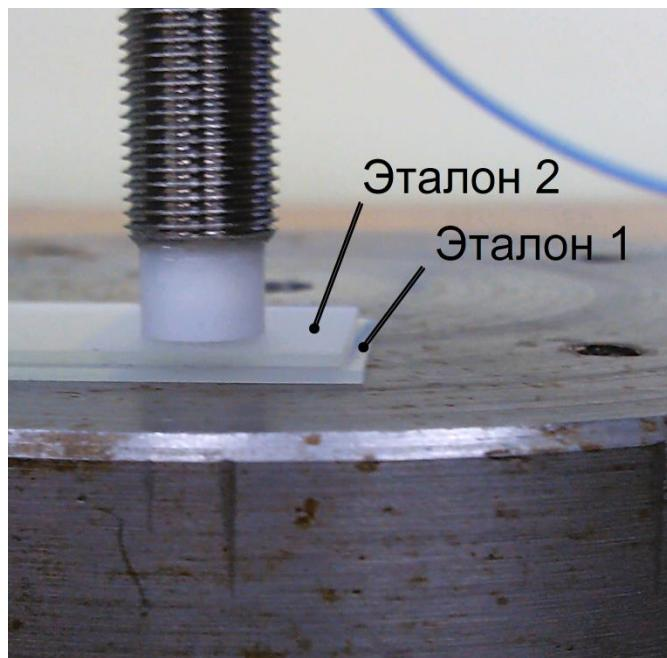

Рис. 4.7 Между пробником и рабочей поверхностью два эталона расстояния (третья точка калибровки)
- Стока «Точка 3»: между штоком и поверхностью положить второй эталон (Рис. 4.7), плотно прижать, в колонку «Эталонное значение» занести суммарное расстояние (толщина эталона×2, в миллиметрах), в колонку «Измеренное значение» - показание вольтметра.